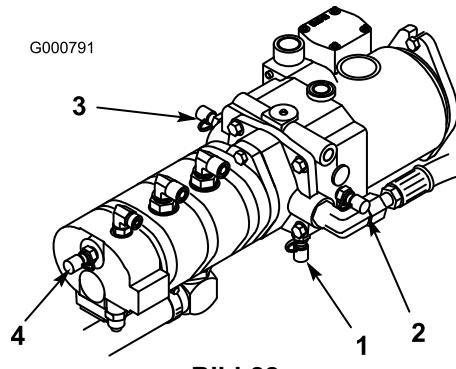

Bild 82
4. Testanschluss D befindet sich unten am Hydraulikgetriebe (Bild 82) und wird zum Messen des Getriebedrucks verwendet.
5. Testanschluss E wird zum Messen des Traktionvorwärtsdrucks verwendet (Bild 82).
6. Testanschluss F wird zum Messen des Traktionrückwärtsdrucks verwendet (Bild 82).
7. Testanschluss G wird zum Messen des Lenkdrucks verwendet (Bild 82).